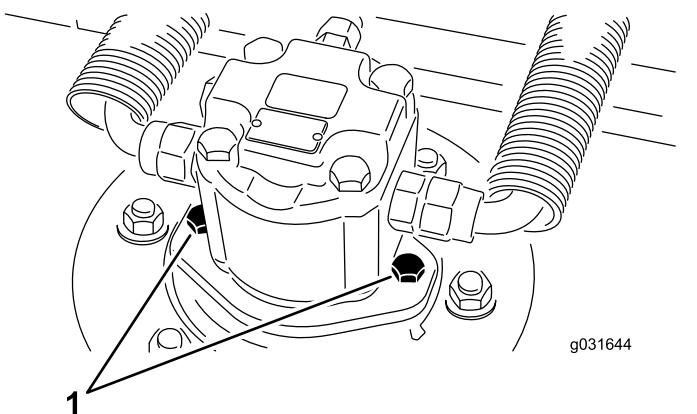

Figura 65
2. Retire os parafusos de montagem do motor hidráulico e desligue e retire o motor hidráulico da plataforma (Figura 65).
- Utilizando os parafusos de montagem do motor hidráulico, instale o motor hidráulico na plataforma (Figura 65).